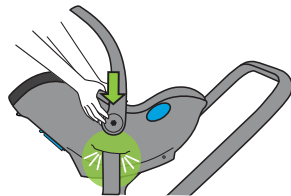

Figure 85
- Appuyez sur chaque côté du porte-bébé pour verrouiller chaque adaptateur, comme indiqué à la **Figure 85**.